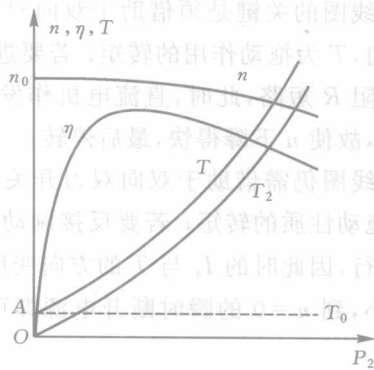

图 1.9 直流电动机的工作特性曲线
(1) 工作特性 当  $U=U_N, R_f+r_f=\text{常数}$  时,改变负载后, $n, T, \eta$  分别随  $P_2$  变化的关系称之为其工作特性。其曲线如图 1.9 所示。